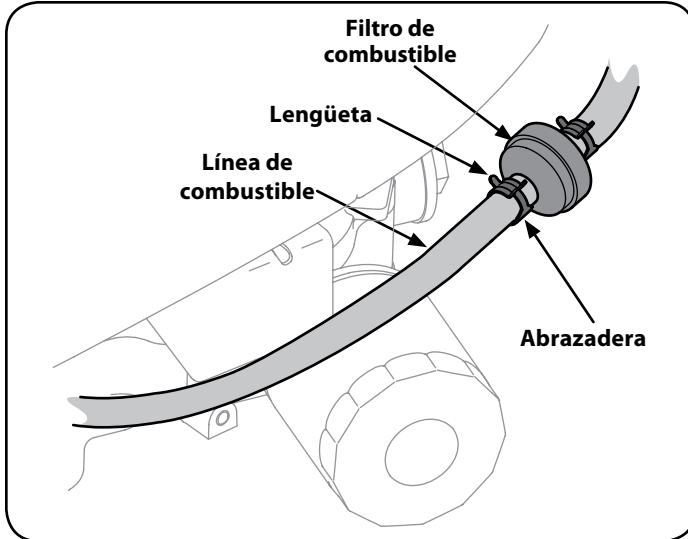

Figura 32
2. Utilice pinzas para apretar las lengüetas de la otra abrazadera (el lado fuera de línea del filtro de combustible), luego deslice la abrazadera alejándola del filtro de combustible. Gire y tire de la línea de combustible del filtro. Vea la Figura 32.